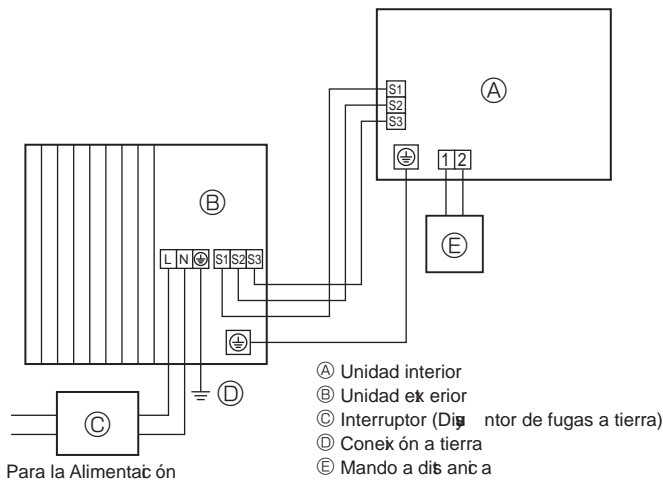
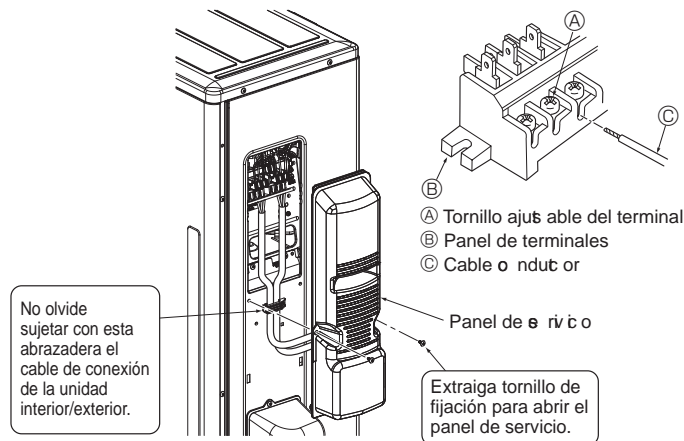
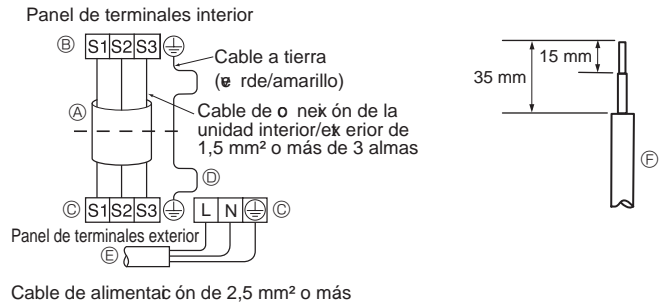

Fig. 6-1
Fig. 6-3
Fig. 6-2
6.1. Unidad exterior (Fig. 6-1, Fig. 6-2, Fig. 6-3)
- ① Retire el panel de servicio.
- ② Conecte los cables de acuerdo con la Fig. 6-1, Fig. 6-2 y la Fig. 6-3.
- Realice el tendido eléctrico como muestra el diagrama inferior izquierdo (los cables no vienen incluidos). (Fig. 6-2)